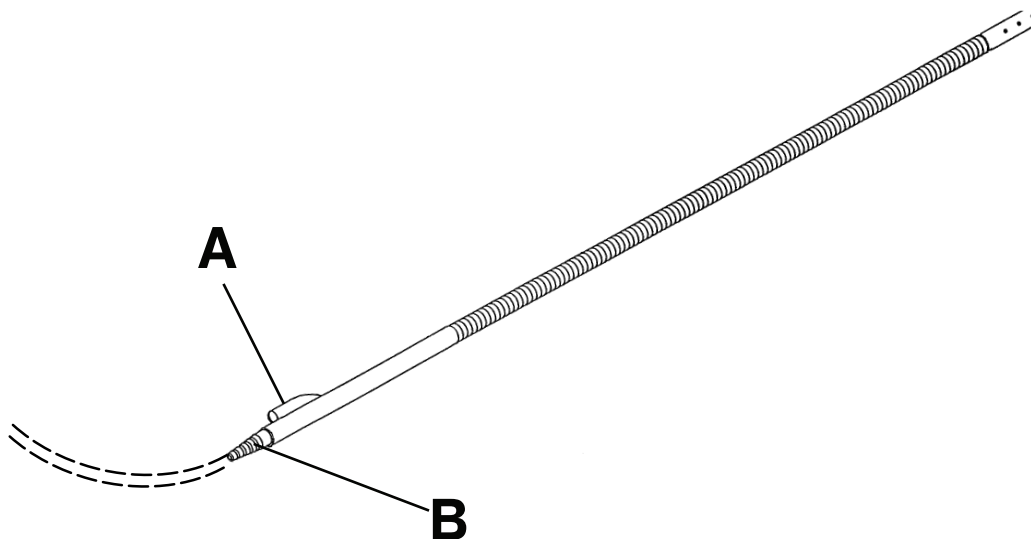

Abbildung 9 – Luftzufuhrschlauch
1. Den Befestigungsstift (A) in die Infusionsständeröffnung am Kopfende des Produkts einstecken.
2. Den Luftzufuhrschlauch in die Luftschlauchfassung (B) (Abbildung 9).